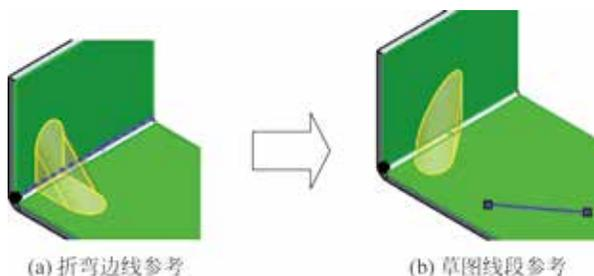

图 5.182 参考线
-  (参考线): 用于设置控制角撑板剖切面方向的线性边线或草图线段, 角撑板剖切面垂直于所选边线或草图线段, 如图 5.182 所示。